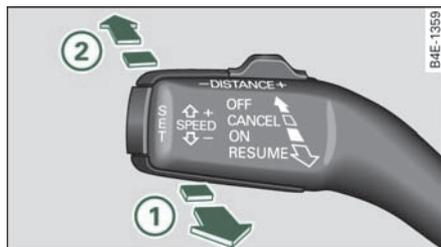

图 128 操纵杆：打开和关闭装置
- 将操纵杆拉到位置 ① => 图 128，打开该装置。
- 按压操纵杆到位置 ②（卡止），关闭该装置。■